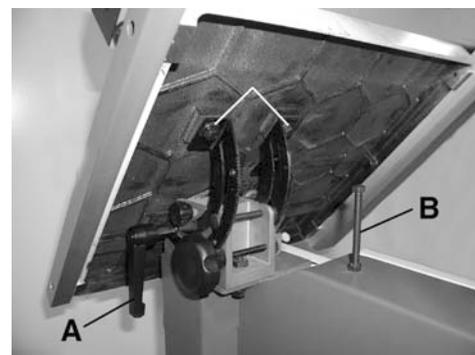

FIGURE 6
1. Fixez le guide à dédoublement (A) Fig.6 au guide (B) en utilisant la rondelle (C) et la poignée de verrouillage (D).